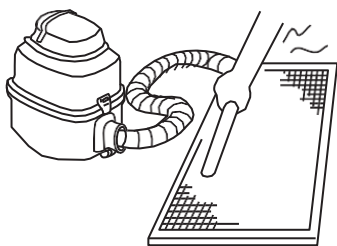

fig.5
- **Partea de admisie a aerului trebuie să fie orientată în sus atunci când utilizați aspiratorul.** (Vezi Fig. 5)